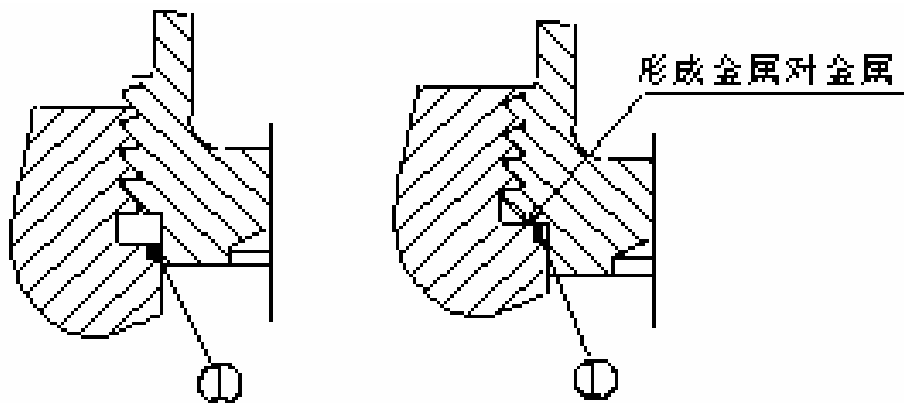

图 13-2
当修理冲蚀（刺坏）的阀盖孔时，最重要的是在车削或磨削时保持阀盖座完全平整，并与螺纹轴线成 90° 。如图 13-2 所示。阀盖垫圈①装在阀盖孔顶部的沉孔内，构成金属对金属的贴合，垫圈被密封在磨削形成的低点，否则将会在阀盖底端和阀盖座顶端间形成间隙，在压力作用垫圈挤出刺坏阀腔盖。高点或低点同样会使阀盖位置形成“翘起”，由于两个配合的螺纹轴线不垂直，其后果是导致丝扣严重损伤。